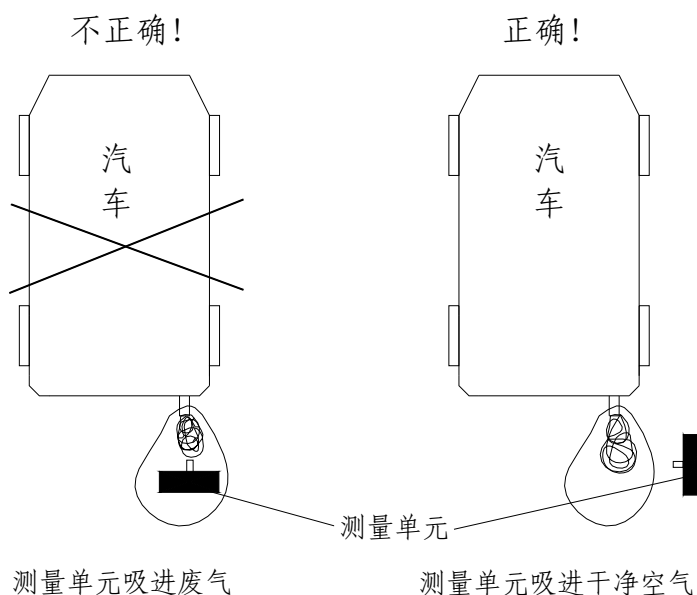

图 5-3 测量单元放置方式
4) 校准完毕，将测量单元放于汽车排气管附近。由于测量单元在进行测量时，须吸入干净空气作为保护气幕，若吸入废气，则会影响测量结果。因此测量单元不应放置在废气扩散的方向上，应与之保持直角。(见图 5-3)